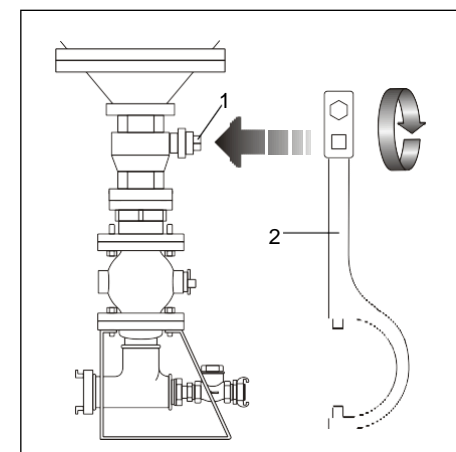

FIG. 15 (Deschiderea / închiderea supapei cu bile a silozului)
- 2) Închideți supapa cu bilă a silozului (FIG. 15 - Ref. 1), folosind cheia pătrată standard furnizată (FIG. 15 - Ref. 2);
- 4) Deschideți supapa cu bilă a silozului (**FIG. 15 - Ref. 1**) foarte încet, folosind cheia pătrată standard furnizată (**FIG. 15 - Ref. 2**), până când se atinge **presiunea din conductă de 1.2 bar** - vizibilă pe manometrul poziționat pe partea frontală a ansamblului compresorului (**FIG. 4 - Ref. 14**).
9	Asigurați-vă că supapa cu bilă este închisă (FIG. 15 - Ref. 1).